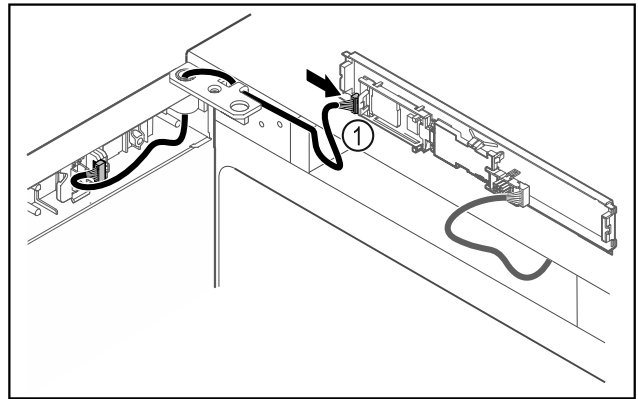

Fig. 43
- ▶ Pistke pistik Fig. 43 (1) trükkplaadil sisse.